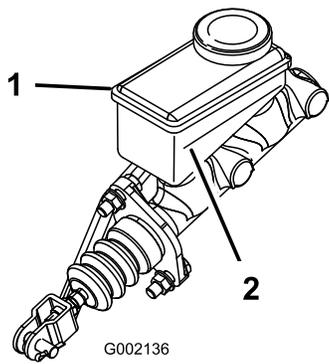

Figura 46
2. Mire el lateral del depósito. El nivel debe estar por encima de la línea Mínimo (Figura 46). Si el nivel de líquido es bajo, limpie la zona alrededor del tapón, retire el tapón y llene el depósito hasta que el nivel esté por encima de la línea Mínimo. No llene demasiado.